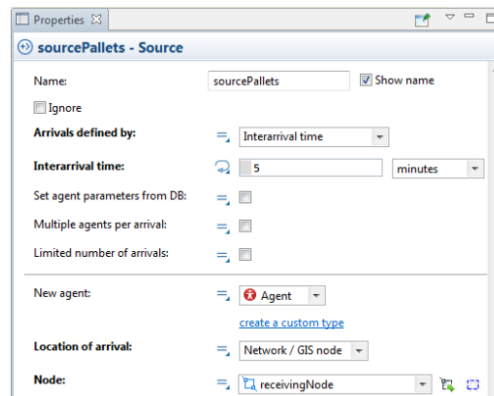

Рисунок 10.12 – Мережа
15. В області властивостей блока *sourcePallets* виконайте таке, щоб переконатися, що піддони моделі надходять кожні п'ять хвилин і з'являються у вузлі *receiveDock* (рис. 10.12):